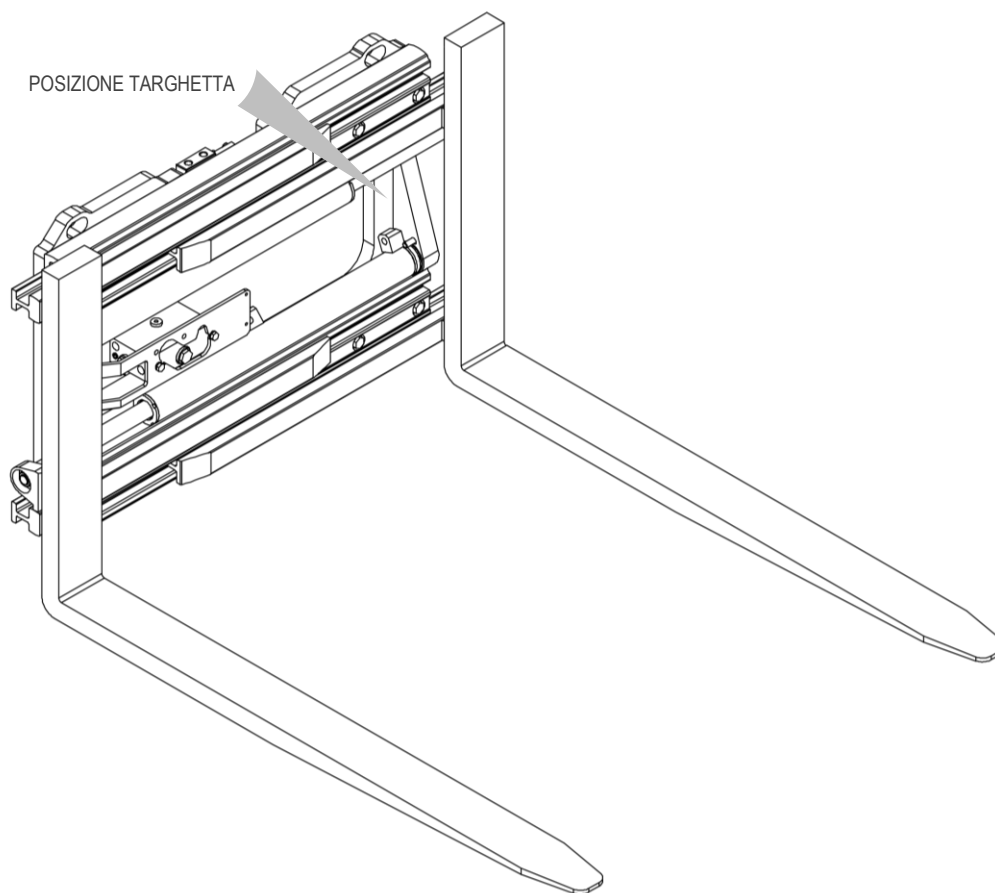

Figura 1
Tutte le attrezzature A.T.I.B. – “PINZA CON FORCHE SALDATE TIPO 474.170 / PINZA CON FORCHE ROTANTI TIPO 474.150” vengono identificate mediante targhetta adesiva (vedi *Tabella 1*) posizionata sull’attrezzatura (vedi *Figura 1*), fare sempre riferimento al numero di matricola.
5. Per la movimentazione devono essere utilizzate cinghie o catene opportunamente dimensionate rispetto al peso dell'attrezzatura indicato in targhetta (vedi *Figura 1* e *Tabella 1* a pag.6).
9. Collegare il circuito idraulico, assicurandosi che la pressione di esercizio delle tubazioni sia superiore o uguale a quella indicata sulla targhetta di identificazione (vedi *Figura 1* e la *Tabella 1* a pag.6).
6. Per la movimentazione devono essere utilizzate cinghie o catene opportunamente dimensionate rispetto al peso dell'attrezzatura indicato in targhetta (vedi Figura 1 e la Tabella 1 a pag.6).